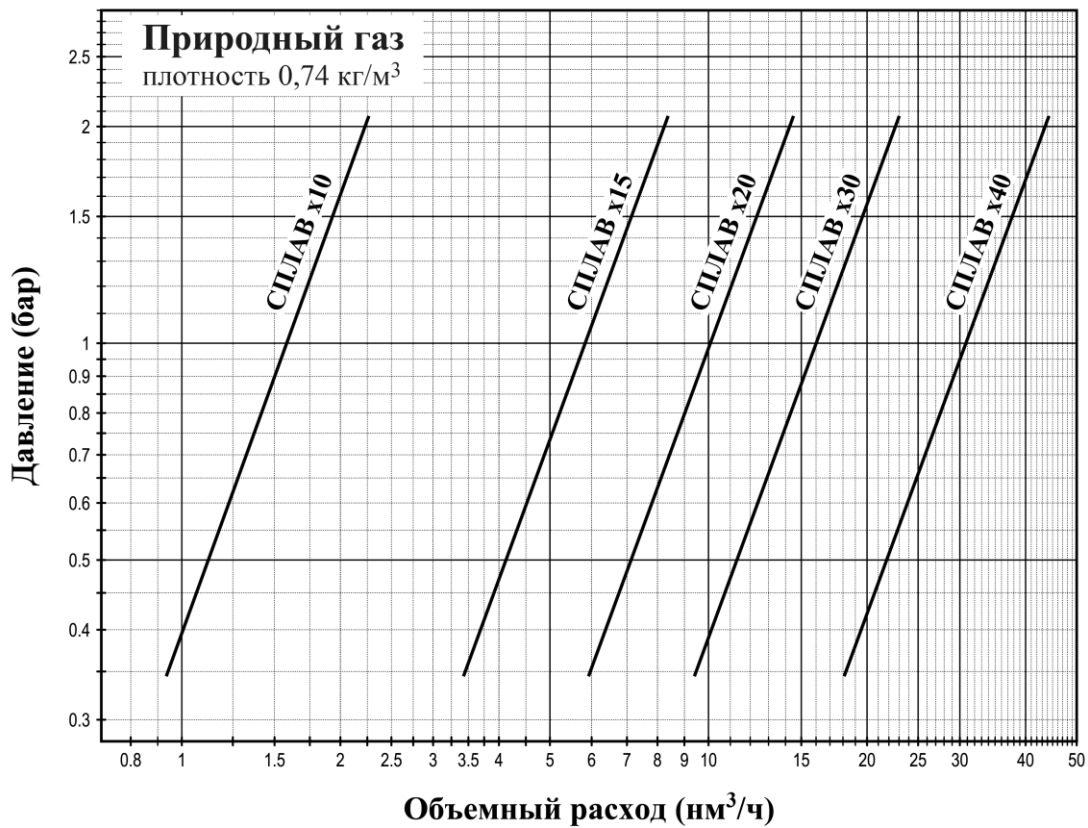
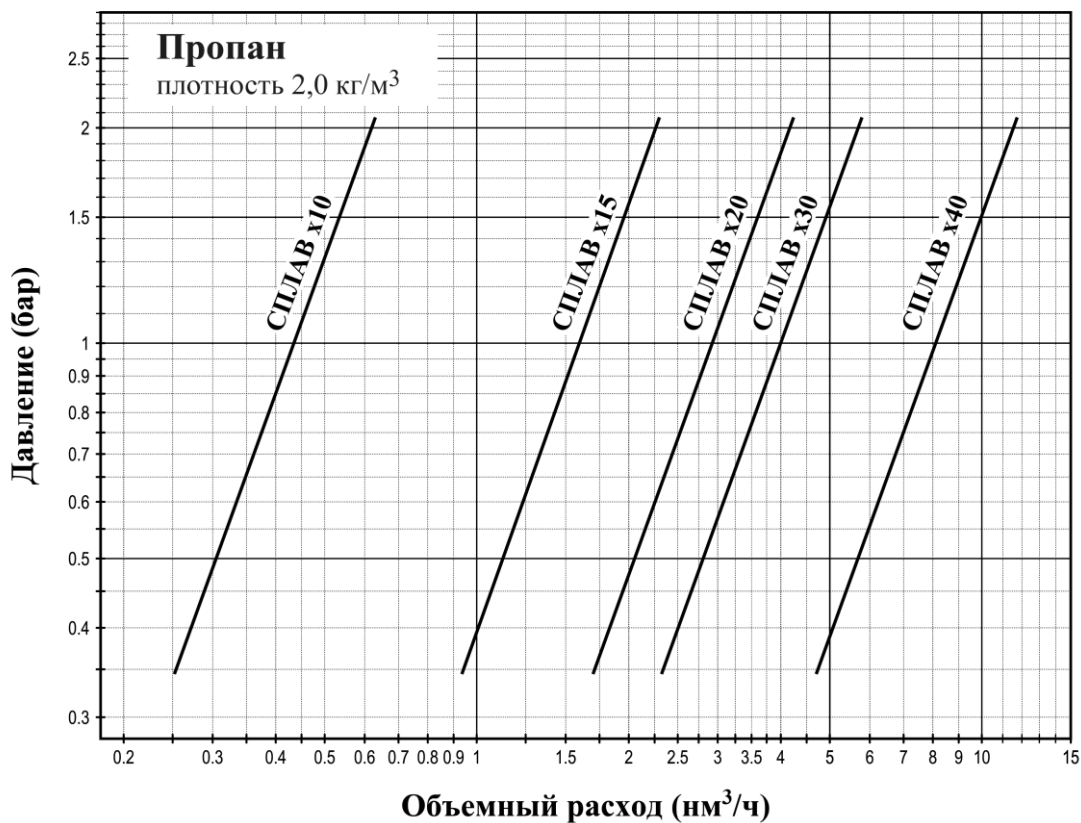

Рисунок 7 – Расходные диаграммы горелок СПЛАВ для природного газа
Рисунок 8 – Расходные диаграммы горелок СПЛАВ для пропана
3.5 Расходные диаграммы горелки представлены для природного газа на рис. Рисунок 7 и для пропана на рис. 8. Расходы измерены при  $t = 20^\circ\text{C}$ ;  $P_{\text{атм.}} = 101,3$  кПа (760 мм рт.ст.).